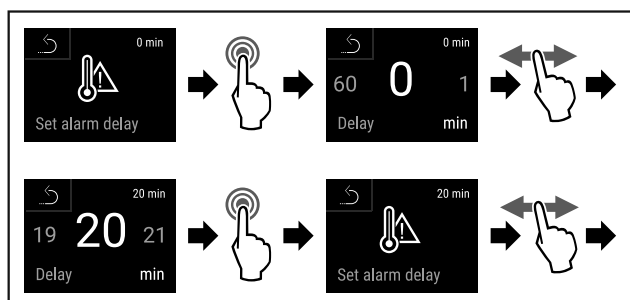

Fig. 142
- Handlungsschritte (siehe Fig. 142) durchführen.